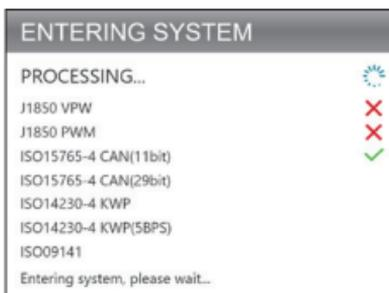

Figura 3.2.1
1. Una vez que hayas ingresado a la función OBD-II, la herramienta de escaneo se comunica automáticamente con la computadora a bordo para determinar el protocolo de comunicación. Una vez confirmado, se establece el vínculo. (Ver la Figura 3.2.1)